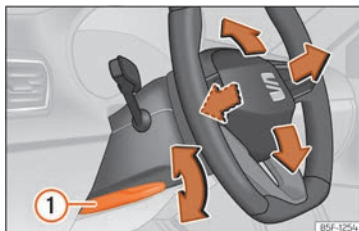

Fig. 5 Alavanca na parte inferior do lado esquerdo da coluna de direção
- Puxe a alavanca » **Fig. 5 1** para baixo, mova o volante até à posição desejada e volte a subir a alavanca até ao ponto de fecho.
- Após ajustar a coluna da direção, empurre firmemente a alavanca » **Fig. 5 1** para cima para que o volante não mude de posição acidentalmente durante a marcha.